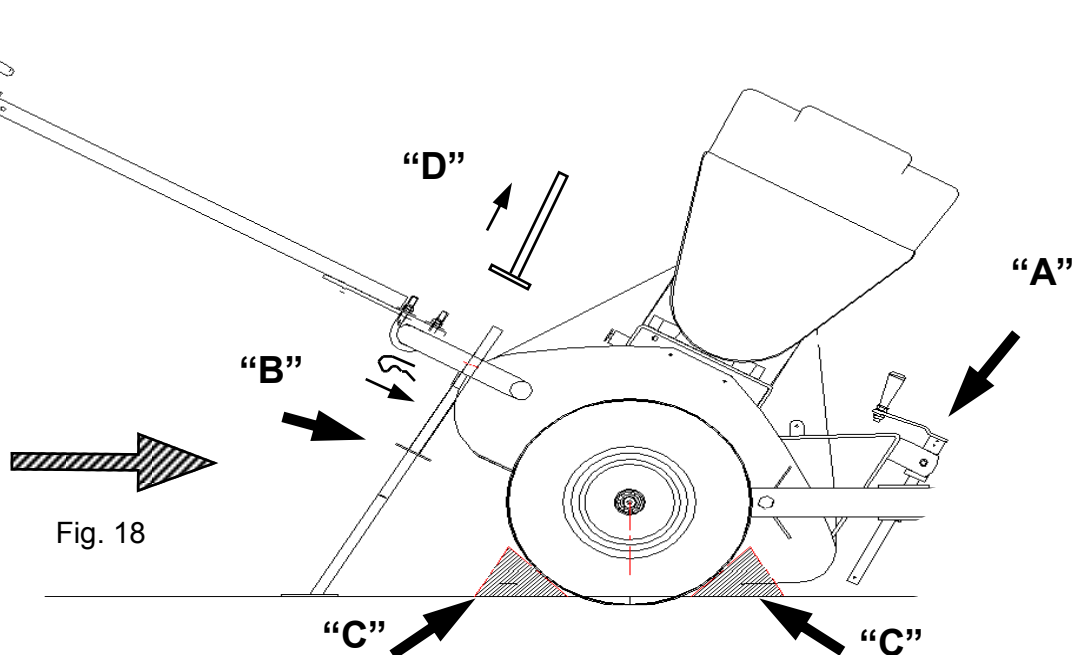

Fig. 18
- 3) Sollevare il timone in modo che il rotore dei coltelli sia bene in vista. Fig. 18
- 3) Lift the trailing bar in order to show the flails shaft for an easy maintenance. Fig. 18